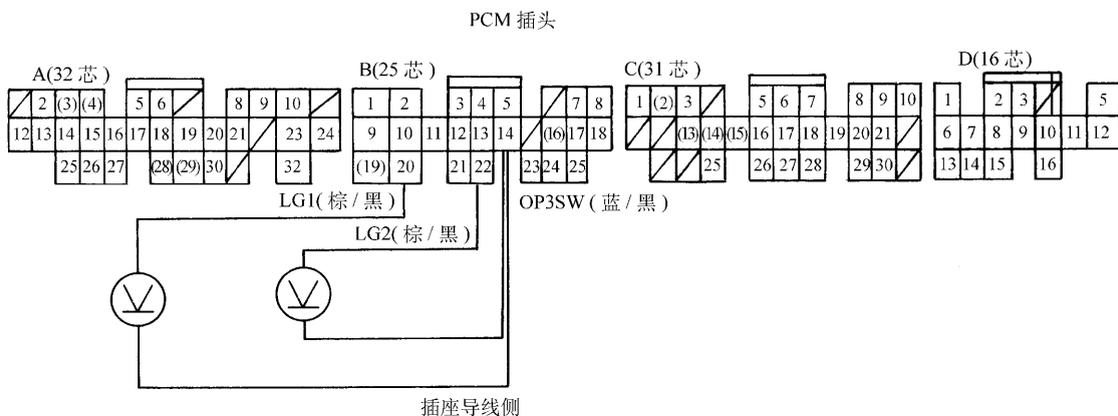

图 3-120 测量端子 B24 与 B20 或 B22 间的电压
测量 3 档离合器压力开关在 PCM 处的电压 (1) 点火开关 ON (II) (2) 测量端子 B24 与 B20 或 B22 间的电压 (图 3-120) (3) 是否约为蓄电池电压